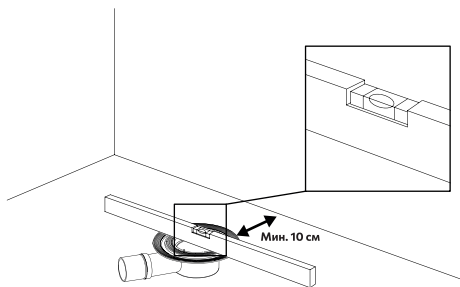

Рис. 2 / Сур-2
1. Отрегулируйте с помощью уровня расположение трапа. Рекомендованный отступ от стены до краев корпуса трапа – 10 см (рис. 2).